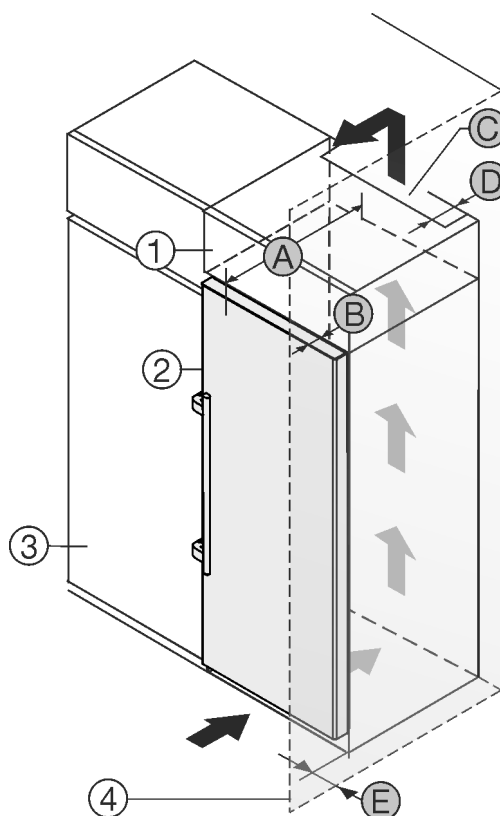

Fig. 2
您可以将冰箱直接放置在餐具柜 Fig. 2 (3) 旁边。*
在附加柜背面必须有一个竖风道，其深度 Fig. 2 (D) 应超过整个附加柜宽度。*
盖板下必须保有通风横截面 Fig. 2 (C)。*
如果将带铰链的冰箱放置在墙壁 Fig. 2 (4)边, 冰箱和墙壁必须至少相距 57 mm。这取决于冰箱门打开时把手与墙壁的距离。
为了能完全打开门, 冰箱必须凸出橱柜正面一定门深度 Fig. 2 (B)。根据餐具柜 Fig. 2 (3)的深度, 使用壁距调整垫片可以使冰箱更为凸出。*